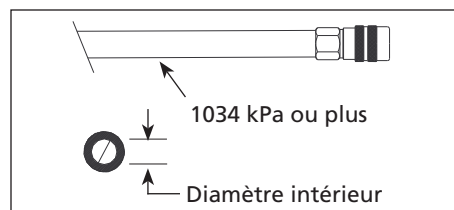

Figure 14 - Exigences du tuyau à air
**BOYAU D'ALIMENTATION D'AIR :** Utilisez TOUJOURS les boyaux d'alimentation d'air avec une pression de service minimale égale à ou supérieure à la pression de la source de courant, ou 1 034 kPa, selon la valeur la plus élevée. Utiliser un tuyau d'air de 6,4 mm (1/4 po) pour les longueurs jusqu'à 15 m (50 pieds). Utiliser les tuyaux d'air de 9,5mm (3/8 po) pour 15 m ou plus (voir la figure 14 et le tableau 3).